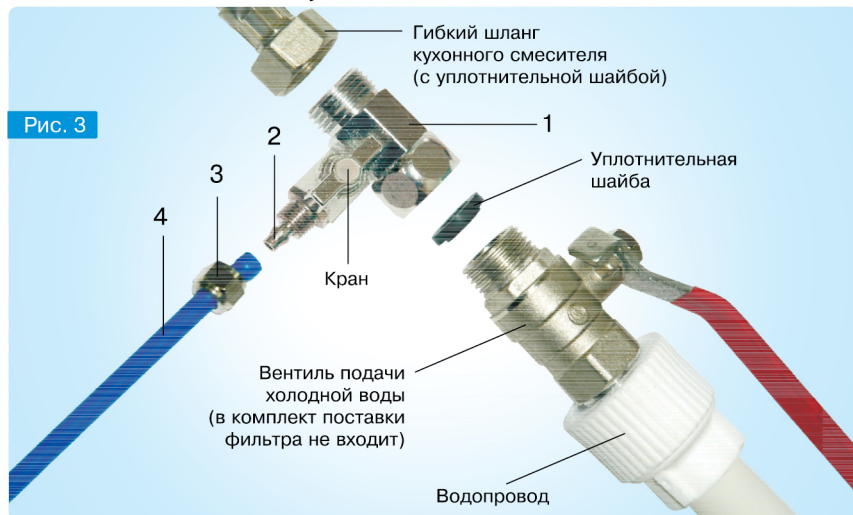

Рис. 3
- 1 - подключение к водопроводу (подробнее - см. рис. 3);
6.5. Подключение фильтра к водопроводу (рис. 3) осуществляется с помощью адаптера 1 с краном, который устанавливается между вентилем подачи холодной воды и гибким шлангом кухонного смесителя.
7.2. Включите холодную воду в стояке или откройте вентиль подачи холодной воды (см. рис. 3).
7.3. Откройте кран адаптера 1 (см. рис. 3) и кран очищенной воды.
- при длительных перерывах в работе фильтра рекомендуется перекрывать подачу воды в фильтр при помощи крана адаптера 1 (рис. 3). Перед возобновлением работы фильтра необходимо сливать в раковину застоявшуюся воду из фильтра в объёме не менее 10-15 литров.
| | не установлены или изношены уплотнительные шайбы | Установить или заменить уплотнительные шайбы (см. рис.3). |